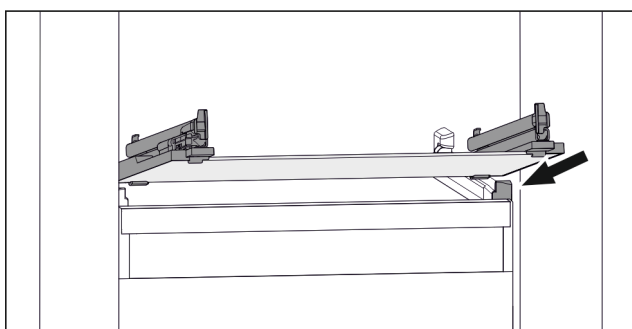

Fig. 112 Reprezentare exemplificativă a plăcii de sticlă
- ▶ Așezați placa de sticlă oblic în spatele opritoarelor. (vezi Fig. 112)